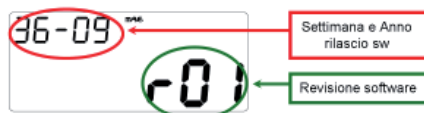
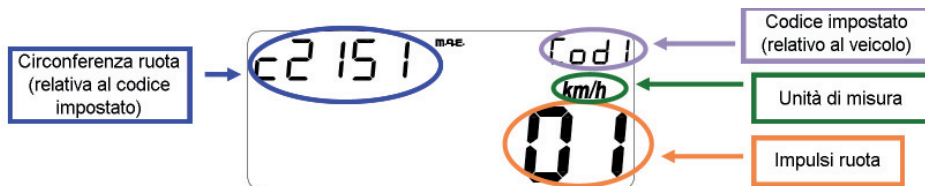

Fig. 17
Fig. 19
- 1^a pagina (ad ogni collegamento con la batteria veicolo): Versione e data di rilascio del software (per circa 3 secondi) (fig. 17).
- 3^a pagina (ad ogni accensione dello strumento): Visualizzazione dei parametri impostati (fig. 19).
- 1st page (at every connection with vehicle battery): Software version and date of issuing (for approx. 3 seconds) (fig. 17).
- 3rd page (every time the instrument is switched on): Display of set parameters (fig. 19).
- Visualizzazione delle schermate come fig. 17 e fig. 19 per circa 3 sec.
- Screens displayed as shown in fig. 17 and fig. 19 for approx. 3 sec.